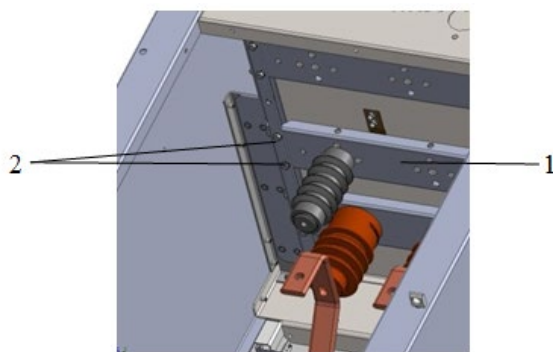

Рис. 20 Планка с ОПН
- после проведения испытаний закрыть дверь, перевести выкатной элемент с испытательными выводами в контрольное положение и извлечь его из отсека выкатного элемента. На время проведения испытаний главных цепей шкафов КРУ необходимо отсоединить гибкие шины от ограничителей перенапряжений (ОПН) (Рис. 20) и открутив 4 винта М6